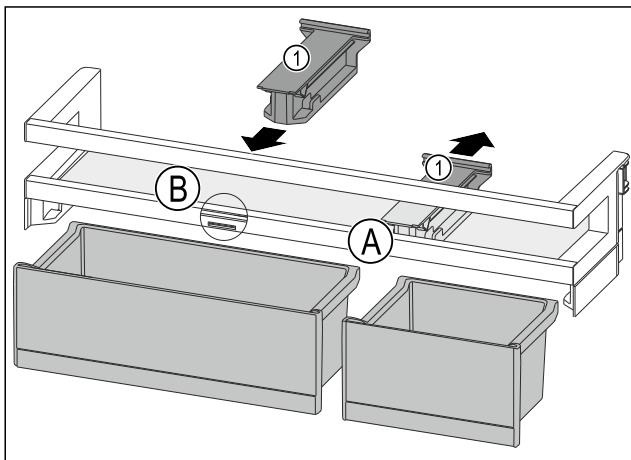

Fig. 97
- Halteteil Fig. 97 (1) in Position Fig. 97 (A) nach hinten abziehen.
- Halteteil Fig. 97 (1) in Position Fig. 97 (B) einsetzen.